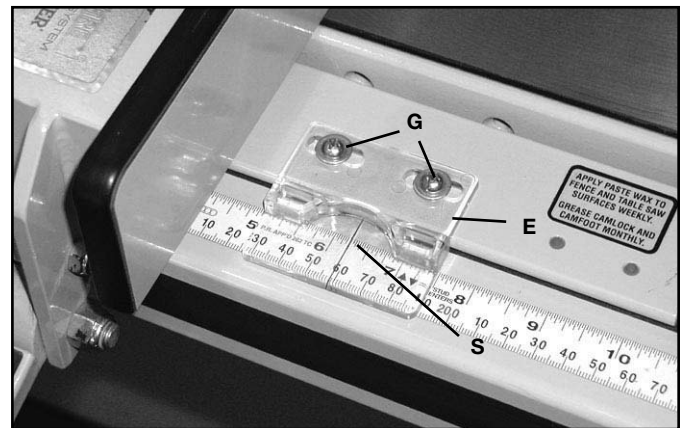

FIG. 31
9. La ligne de repère (S) logée sur le curseur (E) indique l'écart entre le guide et la lame de la scie, fig. 31. Pour étalonner le curseur en fonction de la lame de la scie, effectuer quelques essais avec le guide bloqué en position. Mesurer la largeur de la pièce coupée. Desserrer les vis (G) pour régler le curseur. Ajuster le curseur jusqu'à ce que la ligne de repère soit alignée avec la même marque sur l'échelle, que celle de la pièce coupée. Serrer les deux vis (G). Répéter les étapes précédentes jusqu'à ce que les mesures de la pièce coupée correspondent à celles indiquées par la ligne de repère.